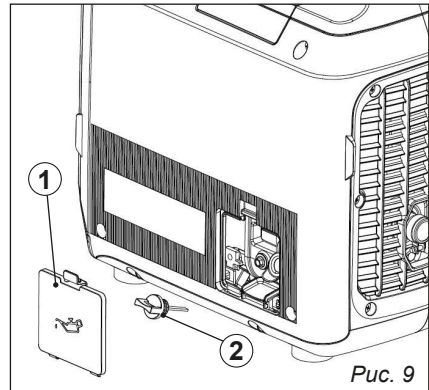

Рис. 9
2. Снимите крышку маслозаливной горловины (рис. 9, поз. 1).
3. Открутите пробку горловины для заливки масла в картер (рис. 9, поз. 2).